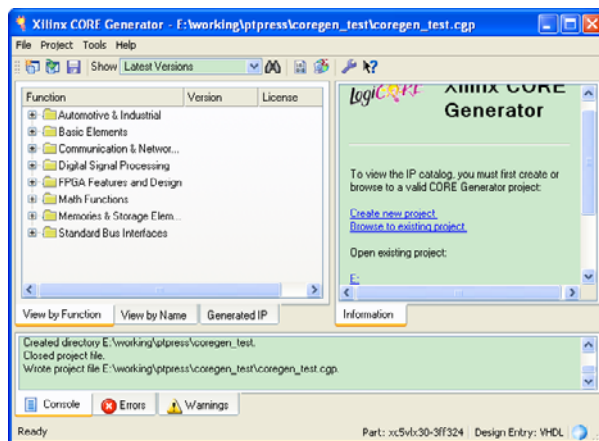

图 2.56 CORE Generator IP 分类列表
(9) 单击【OK】按钮完成新建项目，接下来用户可以看到 IP 列表窗口，设计者可以选择相应的 IP 设置参数，生成希望的 IP，如图 2.56 所示。